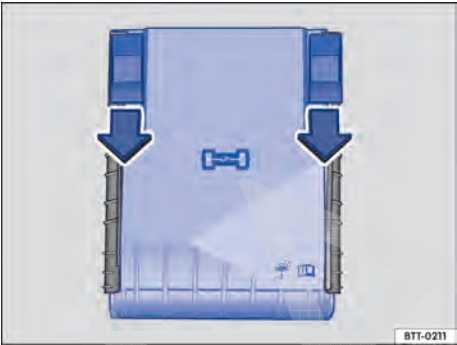

Fig. 269 No compartimento do motor: cobertura da caixa de fusíveis.
- Empurrar os botões de travamento para frente no sentido da seta para destravar a cobertura da caixa de fusíveis ⇒ Fig. 269.